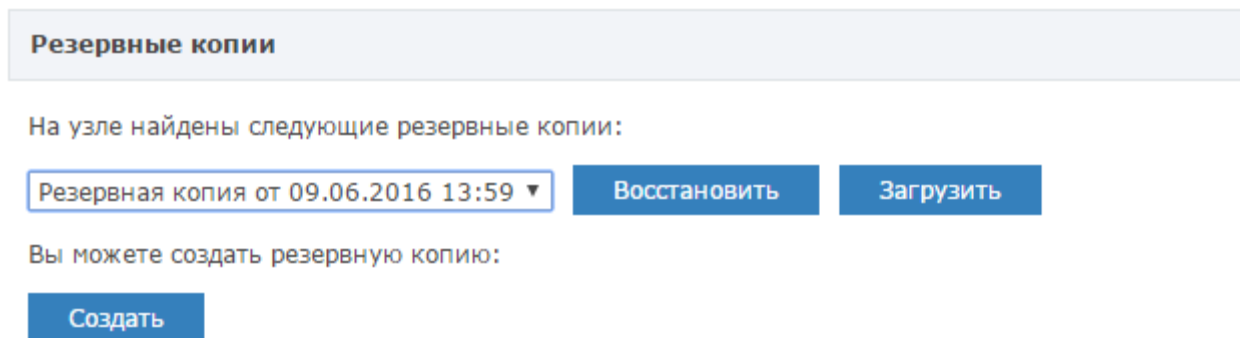

Рисунок 10.43 — Кнопка **Обновление ПО**
2. В блоке **Резервные копии** (рисунок 10.43) нажмите на кнопку **Создать**.